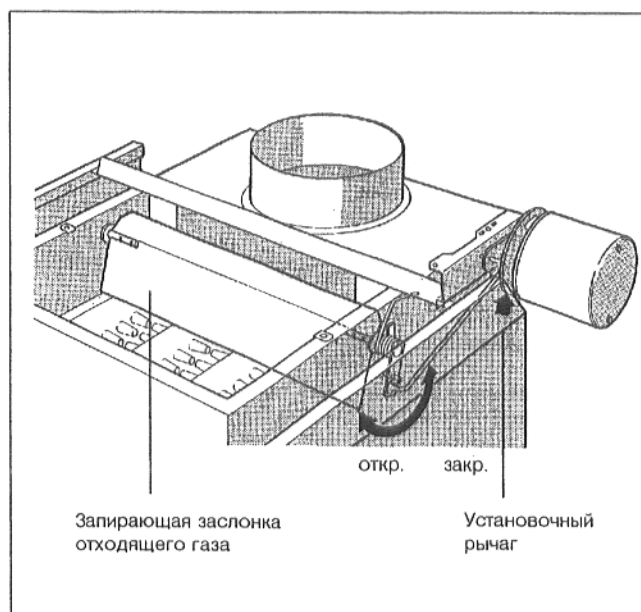

Рис. 25: Запирающая заслонка отходящего газа
- При затребовании отопления запирающая заслонка отходящего газа должна переходить в положение "ОТКР". Необходимо проверить это путем задействования установочного рычага (Рис. 25). Только после достижения положения "ОТКР" должно происходить включение горелки.